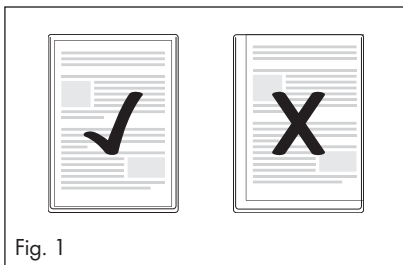

Fig. 1
- ▶ Certifique-se de que todas as margens do documento se situam a pelo menos dois milímetros de distância da margem da bolsa de película plástica, conforme ilustrado na fig. 1.